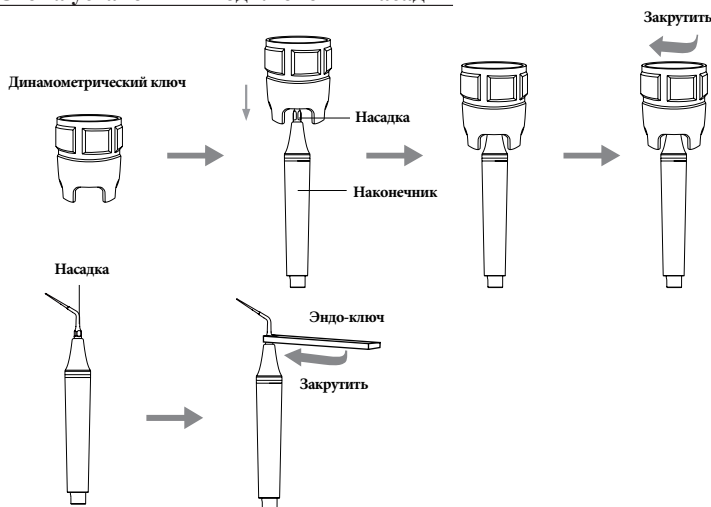

Рисунок 4
3.2 Инструкция по использованию динамометрического ключа (см. рис. 4)
3.3.4 Выберите подходящую насадку в соответствии с клинической задачей и затяните её на наконечнике с помощью динамометрического ключа (см. Рисунок 4).
Насадка разболталась	Затяните насадку (см. Рис. 4)